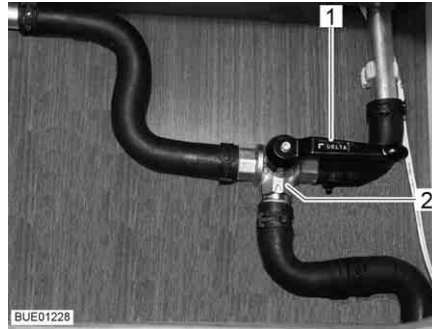

Fig. 169 Valvola a 3 vie
- Posizionare la leva (Fig. 169,1) della valvola a 3 vie (Fig. 169,2) parallela alla direzione di flusso diritta (Fig. 169).
- Posizionare la leva (Fig. 169,1) della valvola a 3 vie (Fig. 169,2) trasversale alla direzione di flusso diritta.